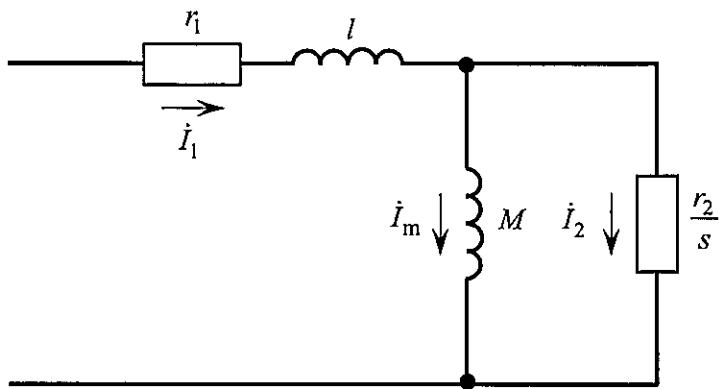

図1 誘導電動機の一次換算等価回路
(2) 図1に誘導電動機の一次換算等価回路を示す。ここで、 $I_1$ は一次電流、 $I_2$ は二次電流、 $I_m$ は励磁電流、 $r_1$ は一次抵抗、 $r_2$ は二次抵抗、 $l$ は漏れインダクタンス、 $M$ は励磁インダクタンス、 $s$ はすべりである。また、 $I_1$ の大きさを $I_1$ 、 $I_2$ の大きさを $I_2$ 、 $I_m$ の大きさを $I_m$ とする。